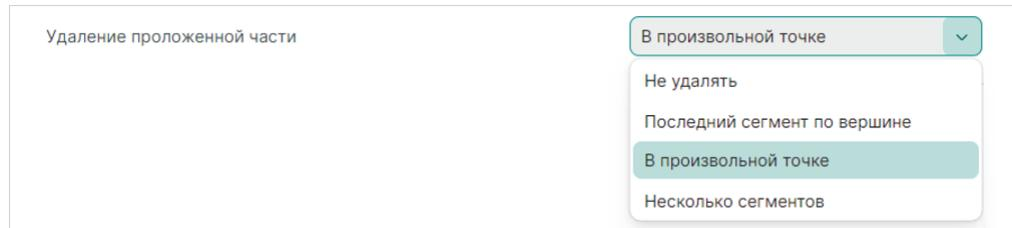

Рис. 113 Удаление проложенной части
- «Удаление проложенной части» – настройка используется инструментом размещения трека. При движении курсора мыши по зафиксированной части трека будет удаляться часть трека в соответствии с выбранным значением, см. Рис. 113.